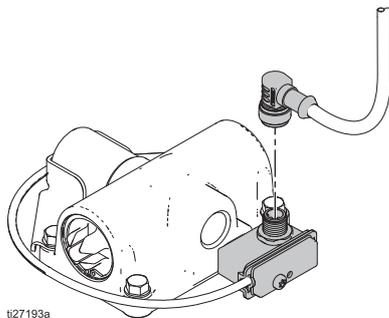

Fig. 2. Déconnectez Data trak
1. Dévissez le câble de l'assemblage du commutateur à lames. Voir Fig. 2.